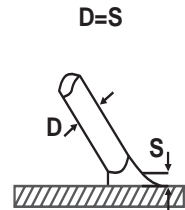
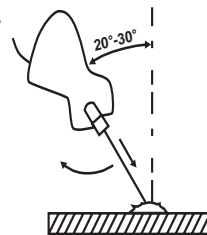

рис. 2
рис. 3
7.6 Как только произойдет зажигание дуги, электрод нужно держать на таком расстоянии S от обрабатываемого материала, которое соответствует диаметру электрода D (см. рис. 2). Для получения равномерного шва далее необходимо соблюдать эту дистанцию по возможности постоянной. Также необходимо помнить, что наклон оси электрода должен быть примерно 20-30 градусов (см. рис. 3).